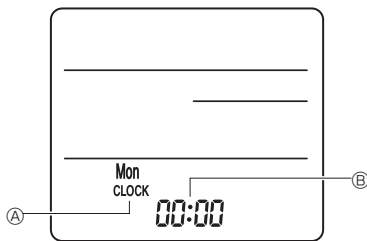

Fig. 6-8
3) Innstilling (klokkeinnstilling) (Fig. 6-8)